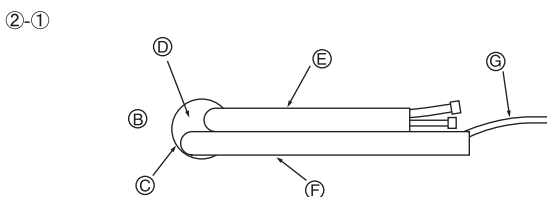

Fig. 3-5
② Tubazioni sinistra e destra
②-① Per la tubazione posteriore sinistra, tirare i tubi fuori dal foro per determinarne la lunghezza corretta e quindi piegarli. La sezione interna dovrebbe, a questo punto, essere sospesa all'attrezzatura di montaggio sulla parete. (Fig. 3-5)